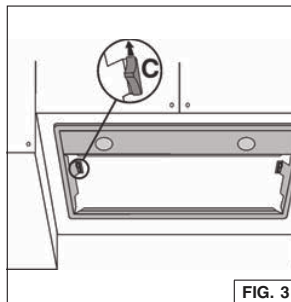

FIG. 3
2. Enlever le support des filtres en poussant les 2 arrêtes latérales C (Fig. 3).